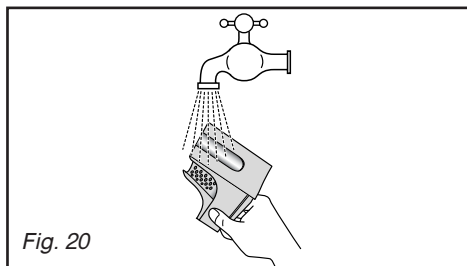

Fig. 20
- rincez-le sous le robinet (Fig. 20)